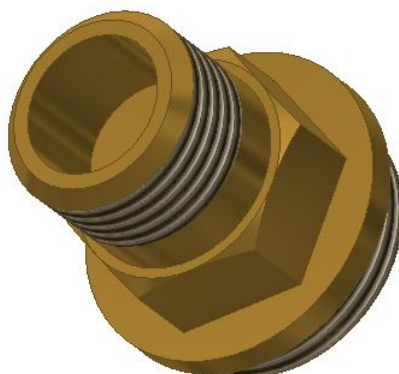

Рис. 7.7. Построение цилиндрического отверстия
7. Постройте цилиндрическое отверстие диаметром 14 мм и глубиной 11 мм с помощью команды «Выдавить»  в режиме вычитания (Рис. 7.7).